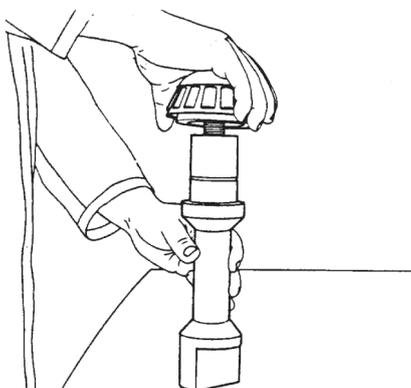

Figura 92
- B. Instale no adaptador, o rolamento traseiro do pinhão. (Figura 92).